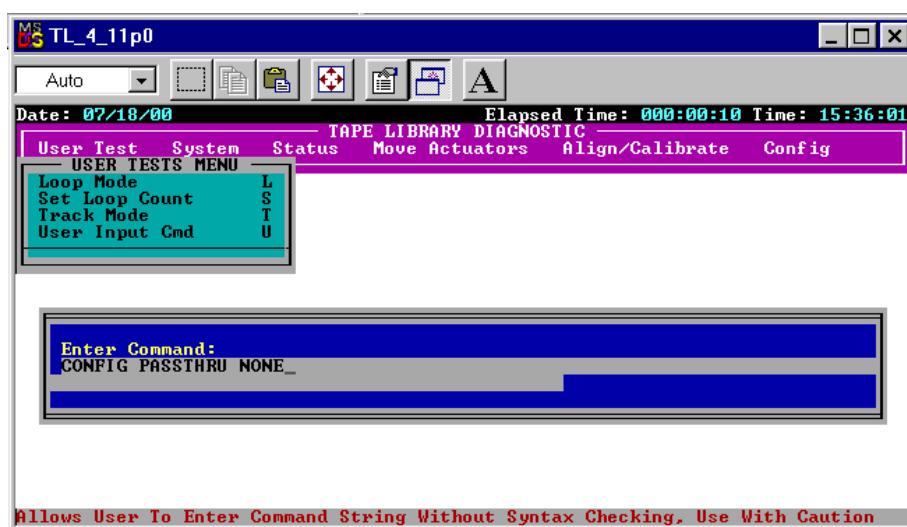

Figure 3-11. Boîte de dialogue Command Line (ligne de commande)
5. Une fois la boîte de dialogue de ligne de commande affichée (voir la Figure 3-11), tapez :